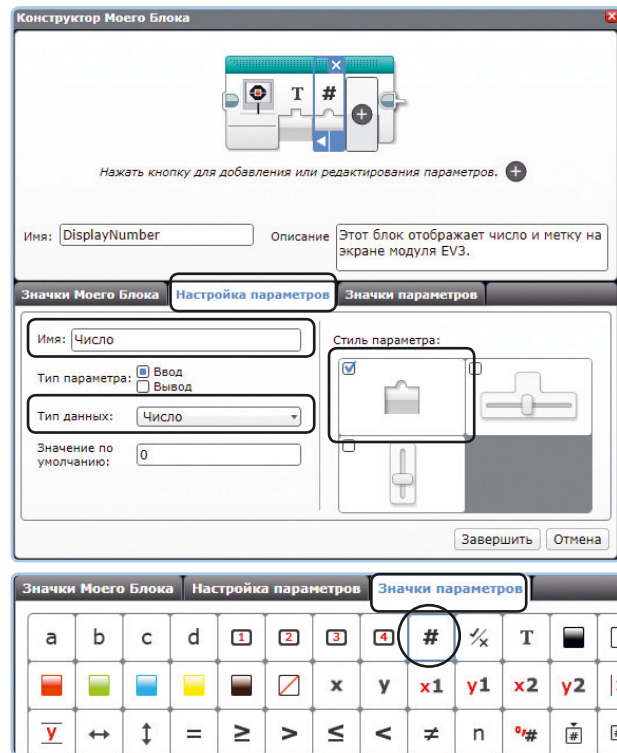

Рис. 15.19. Настройка ввода **Число**
- Теперь выберите второй параметр и настройте его, указав тип параметра **Ввод** (Input), тип данных **Число** (Number) и имя **Число**, как показано на рис. 15.19. В поле **Значение по умолчанию** (Default Value) указано число 0, и это означает, что параметру **Число** по умолчанию присвоится значение 0, когда позже вы выберете контейнер на палитре программирования. Выберите стандартный тип ввода в группе элементов управления **Стиль параметра** (Parameter Style) (выделен на рисунке). В этом случае будет создан стандартный числовой ввод, который может принимать любое значение (как вводы блока **Математика** (Math)), а не ползунковый регулятор, который принимает значения только в определенном диапазоне (как, например, параметры **Мощность** (Power) и **Рулевое управление** (Move Steering) блока **Рулевое управление** (Move Steering)).